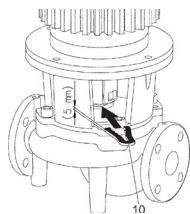

Fig. 13: Placering av montagegaffel
10. Skjut in montagegaffeln (Fig. 13, pos. 10) mellan lanternan och kopplingen. Montagegaffeln ska passa in utan spel.
11. Dra först åt kopplingskruvarna (Fig. I/II/III/IV/V, pos. 1.41) lätt tills kopplingshalvorna ligger mot balanseringsbrickorna.
7. Demontera kopplingskydd (Fig. I/II/III/IV/V, pos. 1.32) med lämpligt verktyg (t.ex. skruvdragare).
8. Demontera kopplingen (Fig. I/II/III/IV/V, pos. 1.5).
9. Lossa motorns fästskruvar (Fig. I/II/III/IV/V, pos. 5) från motorflänsen och lyft upp motorn från pumpen med ett lämpligt lyftdon.
13. Skjut in montagegaffeln (Fig. 13, pos. 10) mellan lanternan och kopplingen. Montagegaffeln ska passa in utan spel.
19. Lossa lanternans fästskruvar (Fig. III/V, pos. 4) på motorflänsen och lyft upp motorn med lanternenheten (koppling, axel, mekanisk tätning, pumphjul) från pumpen med ett lämpligt lyftdon.
20. Lossa pumphjulets fästmuttrar (Fig. III/V, pos. 1.11), ta bort den koniska fjäderbrickan (Fig. III/V, pos. 1.12) därunder och dra av pumphjulet (Fig. III/V, pos. 1.13) från pumpaxeln.
21. Demontera balanseringsbrickan (Fig. III/V, pos. 1.16) samt vid behov kilen (Fig. III/V, pos. 1.43).
22. Dra av den mekaniska tätningen (Fig. III/V, pos. 1.21) från axeln.